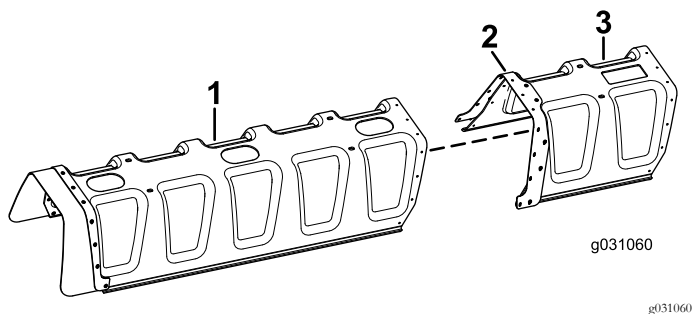

Figura 5
1. Allineate i fori nella copertura della barra da 11 ugelli con i fori della piastra di rinforzo collegata alla copertura della barra da 12 ugelli (Figura 5).